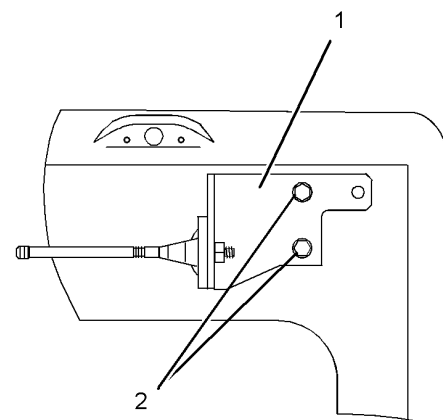

Ilustración 328
- b. Reinstale el soporte (1) con los pernos (2) que se encuentran en los dos orificios superiores del soporte. Consulte la ilustración 328.